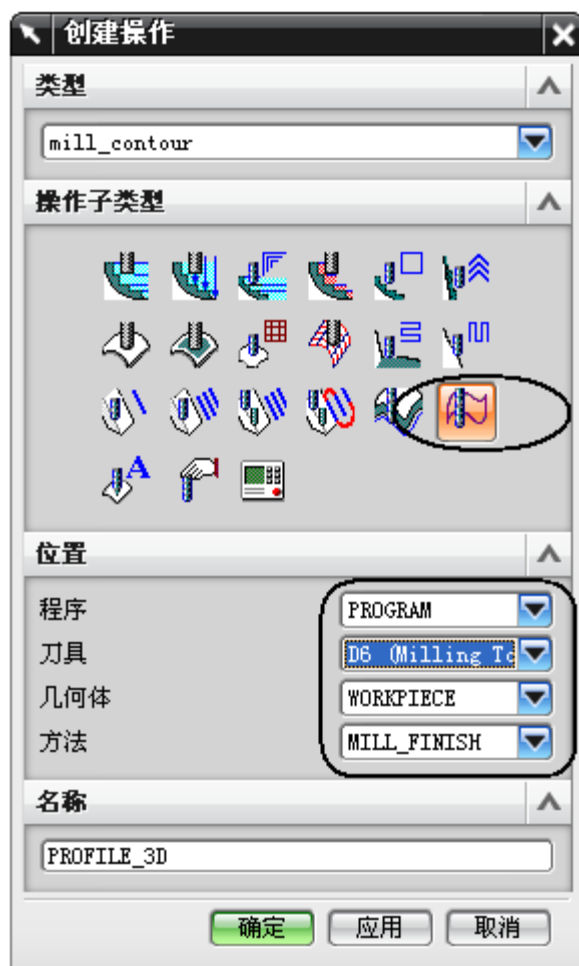

图 6-93
- 单击 ，选择如图 6-93 所示的操作子类型和父节点。
- 在图 6-93 中，单击 OK，打开如图 6-100 所示的创建操作对话框，设置 z 深度偏置为 3。